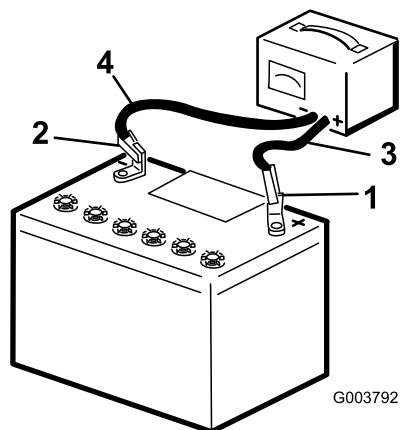

Figura 44
2. Caricate la batteria per 10 o 15 minuti a 25 – 30 A o 30 minuti a 4 – 6 A (Figura 44). Non sovraccaricate.
- Quando la batteria è completamente carica, staccate il caricabatterie dalla presa elettrica e scollegate i cavi di ricarica dai poli della batteria (Figura 44).